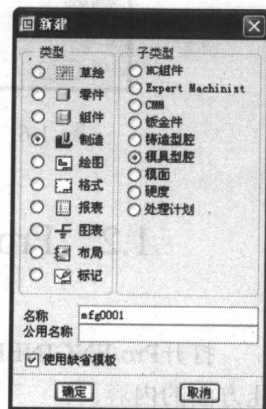

图 1-5 模具模块
(1) 单击主菜单中的“文件”→“新建”命令，或单击“文件”工具栏上的图标按钮，打开“新建”对话框。
(2) 在对话框中，选中“类型”区域中的“制造”单选按钮和“子类型”区域中的“模具型腔”单选按钮，如图1-5所示。
提示：模具模块主要用于塑料模具和压铸模具的设计。Pro/ENGINEER还提供了—个铸造模块，主要用于浇注模具的设计。可以在图1-5中“子类型”区域中选中“铸造型腔”单选按钮，并单击对话框底部的[确定]按钮，即可进入铸造模式。